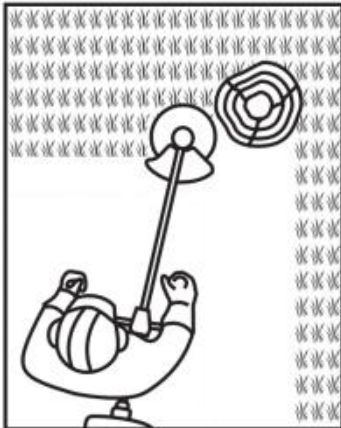

Fig. 48
2. Seien Sie besonders vorsichtig, wenn Sie die Arbeiten in der Nähe von Bäumen und Sträuchern durchführen. Der Schneidkopf könnte empfindliche Rinde beschädigen und Zaunpfosten beschädigen (Abb. 48).